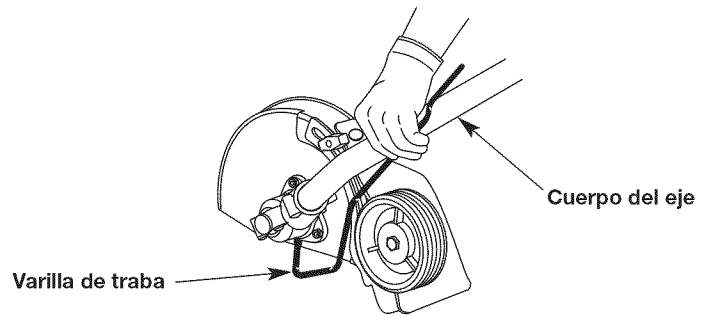

Fig. 7
2. Mantenga la varilla de traba en su lugar sosteniéndola al lado de la caja del eje (Fig. 7).
7. Mantenga la varilla de traba en su lugar sosteniéndola al lado de la caja del eje (Fig. 7).